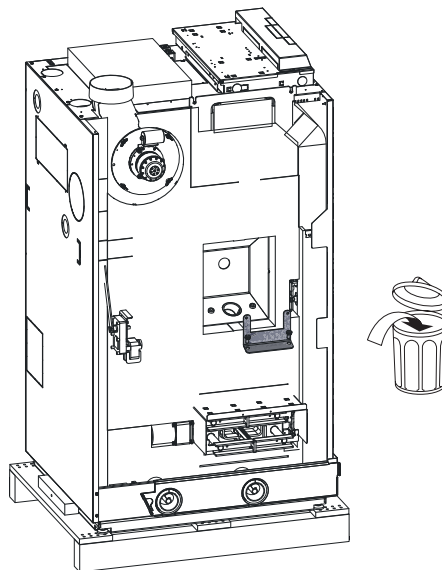

Fig. 32 Rimuovere il fissaggio per il trasporto (angolare) e smaltirlo correttamente
- ▶ Rimuovere il fissaggio per il trasporto (angolare) e smaltirlo correttamente, non è più necessario – Fig. 32.